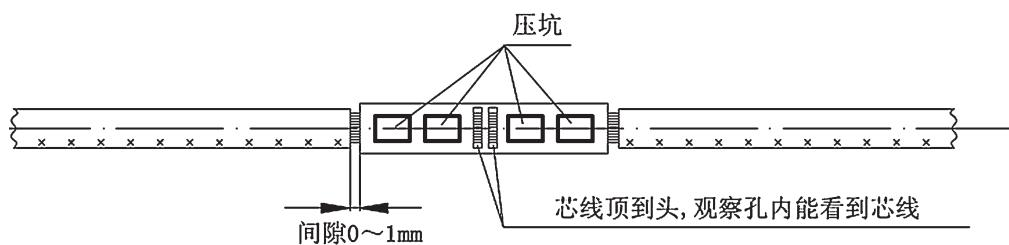

图3 合格压接
- (e) 目检或用10~15倍放大镜目视检查全部压接件的外观，对接端子压接后外观质量、压接位置、导线芯线插入位置见图3，压线筒表面光洁、形状对称、无裂纹、无镀层脱落现象，压痕处清洁、无锈蚀现象。